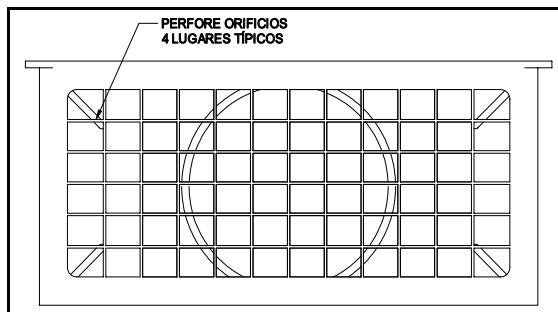

Figura 3
2. Sostenga la unidad del ELIMINATOR™ contra el respiradero. Marque y perfore 4 orificios a través de la red. Esto se debe hacer en el lugar en donde se entrecruzan los orificios ranurados para el montaje y la malla de la rejilla de ventilación. (Ver Figura 3)